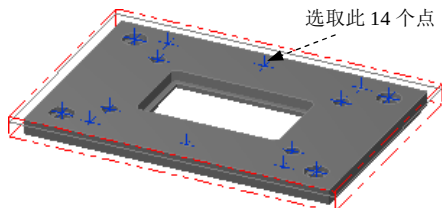

图 2.19 定义钻孔点
Step1. 选择下拉菜单 **刀具路径(T)** → **钻孔** 命令，系统弹出“选取钻孔的点”对话框，选取图 2.19 所示的圆的中心点（共 14 个）为钻孔点，然后单击 **排序...** 按钮，系统弹出“排序”对话框。在该对话框的 **排序方式** 区域中单击 按钮，然后单击 按钮，完成排序方式的设置。